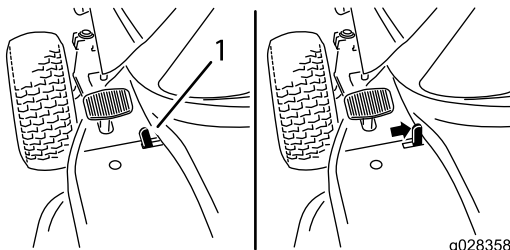

Bild 6
2. Stellen Sie den Feststellbremshebel nach rechts (Bild 6).
2. Stellen Sie den Feststellbremshebel nach links (Bild 6).